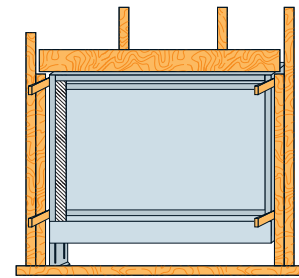

Figura 4: Añadir cuñas
3. Añada cuñas (si es necesario) para proporcionar un ajuste correcto y prevenir la deformación (véase la **Figura 4**).